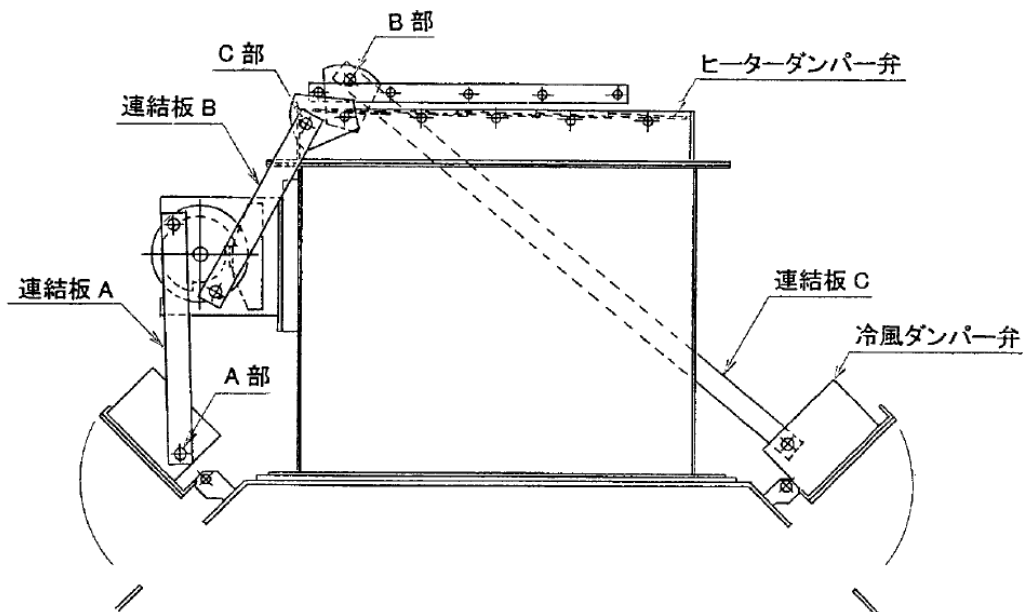

図 9-3
2) ヒーターダンパー弁の調節(図 9-3)
3) 冷風ダンパー弁の調節(図 9-3)